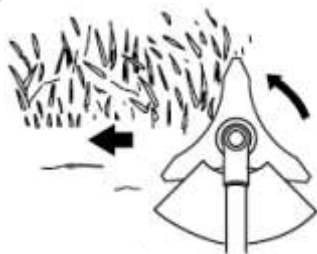

рис. 14
1. Направляйте косу справа налево, при этом с небольшим наклоном в левую сторону. Рис. 14